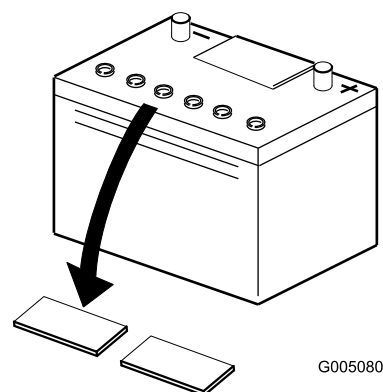

Figure 5
4. Nettoyez le dessus de la batterie puis retirez les bouchons d'aération (Figure 5).